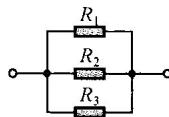

图 1-4 并联电路
(12) 并联电路——在电路中, 几个电阻的两端承受同一个电压, 有几个电流回路, 这种连接电路叫并联电路。在并联电路 (如图 1-4 所示) 中